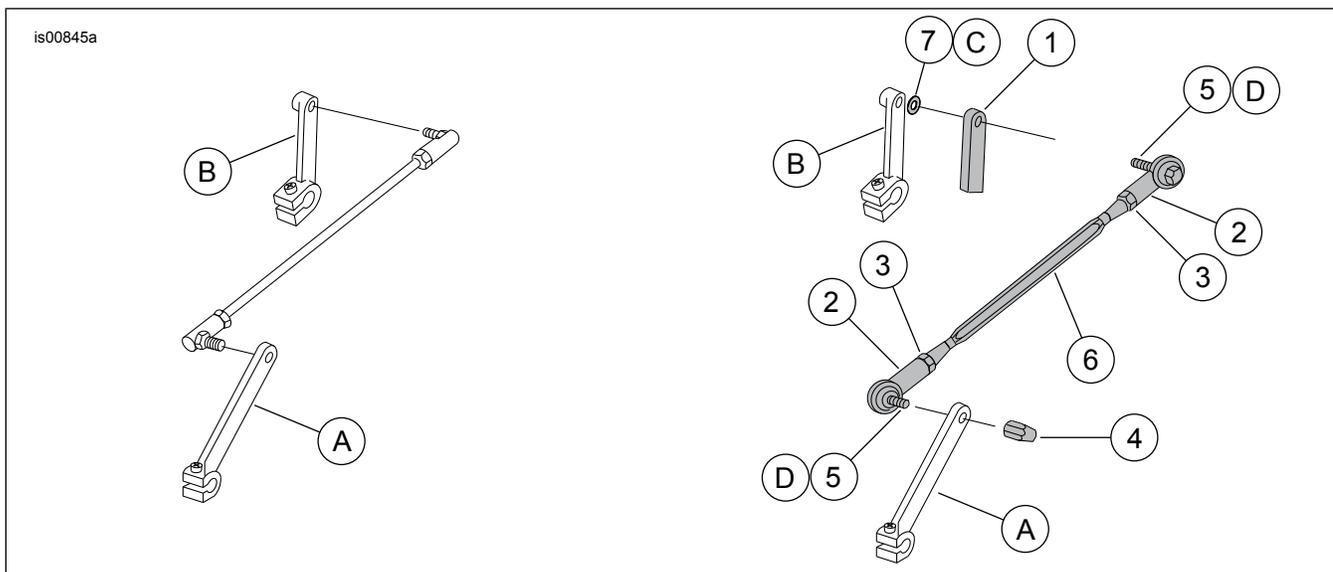

Figura 1. Peças de reposição: Articulação do câmbio
Veja Figura 1 para obter uma lista do conteúdo do kit.
Todos os números referidos nos passos a seguir referem-se a Figura 1 e Tabela 4.
5. **Nos modelos FLHT, FLHR, e FXDWG ano 1999 e posteriores,** coloque a extremidade da haste na parte de fora da alavanca do câmbio de marchas e, em seguida, aplique trava-rosca nas roscas do outro parafuso (5) e fixe a frente da haste do câmbio (6) na alavanca do câmbio de marchas com o parafuso (5) e a porca cega (4), na ordem exibida na Figura 1 (a porca cega voltada para fora). Fixe a porca cega (4). Aperte.
Nota	Os itens incluídos nos kits são mostrados sombreados na Figura 1.